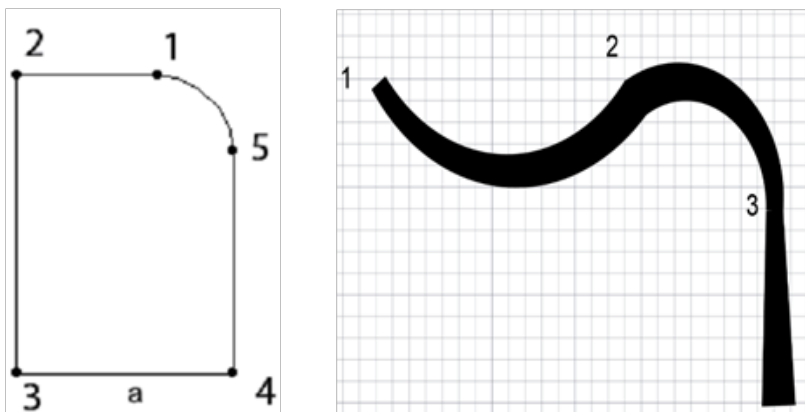

Рис. 66. Варианты а и б
Пример 17. Самостоятельно нарисуйте полилинии, показанные на рис. 66.
Выберите инструмент для создания первой *Полинии* (рис. 66, а):
- остальные линейные сегменты создайте по образцу (рис. 66, а);
Выберите инструмент для создания второй *Полинии* (рис. 66, б):